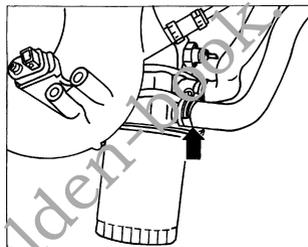

图 2-119 拆下机油冷却器下部的冷却液软管
5) 拆下机油冷却器下部的冷却液软管(图 2-119),排掉剩余的冷却液。